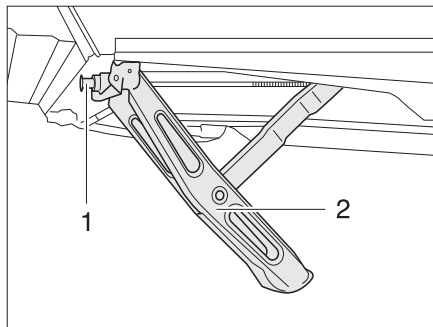

Fig. 16 Piedini di stazionamento a manovella abbassati
- Inserire la manovella in dotazione di serie nell'esagonale (Fig. 16,1) del piedino di stazionamento a manovella (Fig. 16,2).